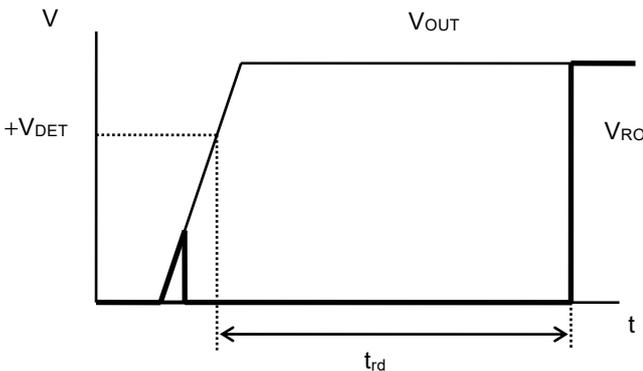

图6 解除延迟时间
*3. 从 V_{OUT} 超过 $+V_{DET}$ 开始，到实际RO端子的输出开始反转为止的时间 (参阅图6)。此值可以通过解除延迟时间、监视时间调整电容器 (C_{DLY}) 的电容值进行更改。